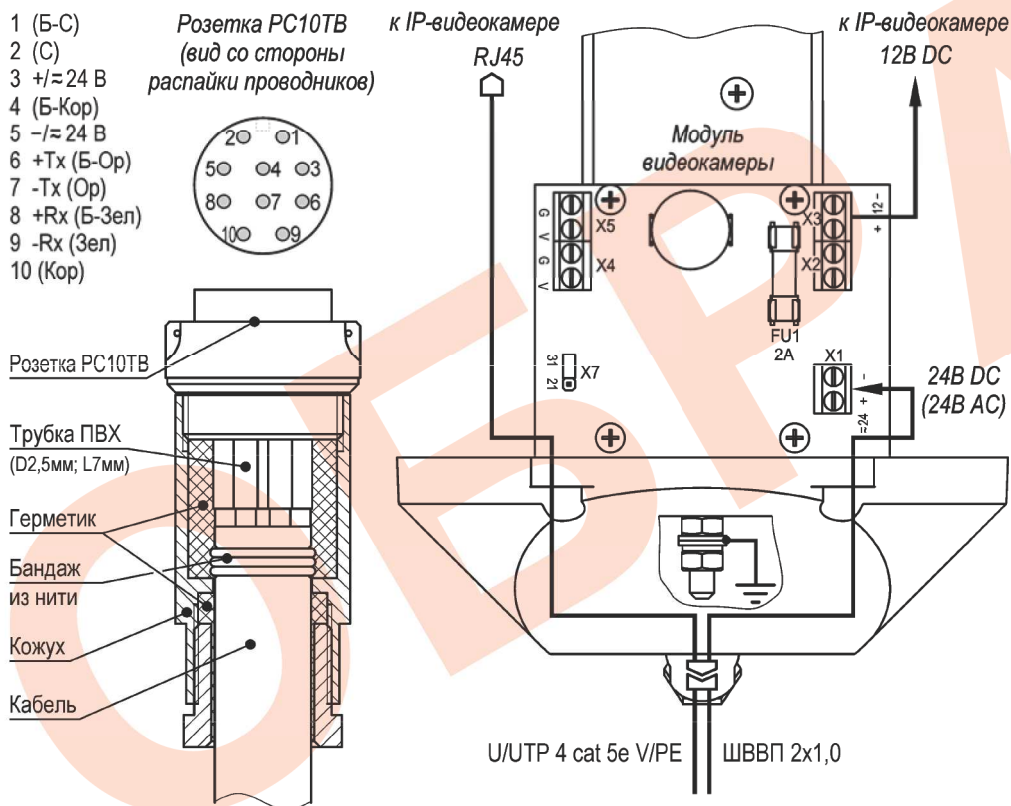

Рис.2 Распайка разъема PC10TV и схема подключения IP-видеокamеры
1. Распаять ответную часть разъема PC10TV согласно требованиям к электромонтажу в соответствии с рис.2. После распайки разъем заполнить герметиком кремнийорганическим.
5. При необходимости изменить мощность обогрева, выкрутить 4 винта крепления задней крышки гермобокса, выдвинуть модуль видеокamеры из кожуха и установить джампер X7 в нужное положение (рис.2). Установить модуль видеокamеры обратно в кожух. Закрутить 4 винта крепления задней крышки с усилием $5\pm 0,5$ Нм.
Предприятием изготовителем джампер Х7 установлен в положение «31» - мощность обогрева 31 Вт, для изменения мощности на 21 Вт джампер Х7 необходимо переставить в положение «21» (см. рис.2).